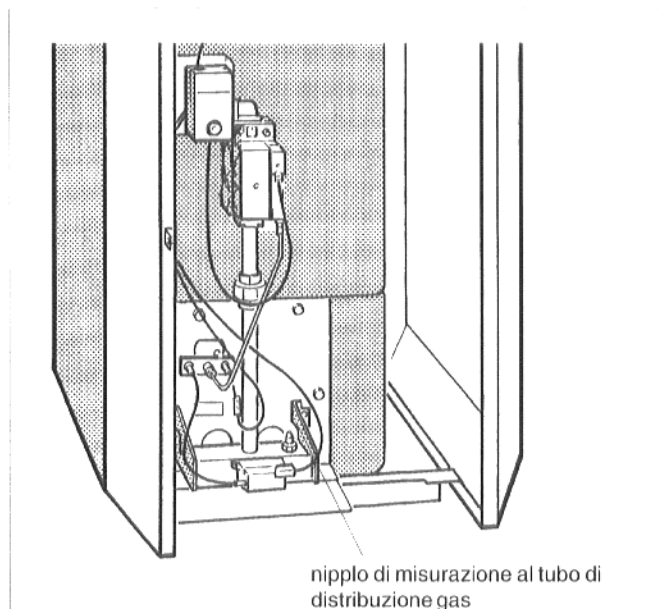

Fig. 32: Bruciatore gas
- Allentare di due giri il tappo a vite del nipplo di misurazione al tubo di distribuzione gas (Fig. 32).